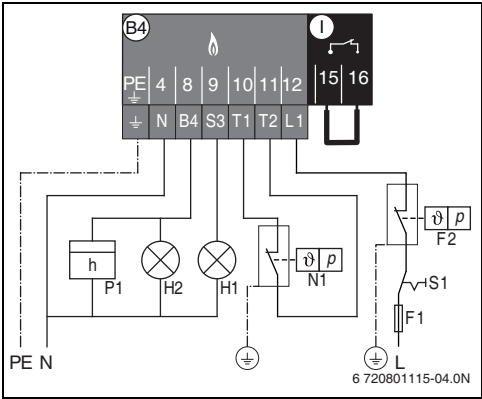

Fig. 11 Connecteur BR brûleur gaz-fioul
- ▶ Toutes les mesures de sécurité doivent être prises sur site. Elles doivent être insérées dans la boucle de sécurité sur le connecteur I (→ fig. 11) dans la zone 230 VCA. Pour cela, le pontage à fils [I] doit être retiré.